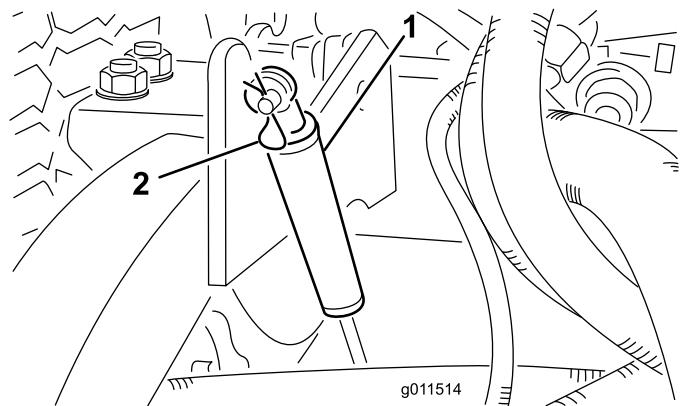

Bild 72
2. Nehmen Sie den Lastösenbolzen ab, mit denen die Stoßdämpfer an den Hubarmen befestigt sind (Bild 72). Drehen Sie die Stoßdämpfer zum Mähwerkgehäuse